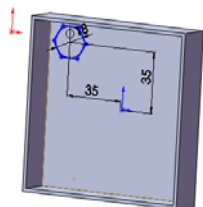

图 5-55 对库特征进行定位
④单击智能尺寸按钮，为库特征进行定位，如图 5-55 所示。